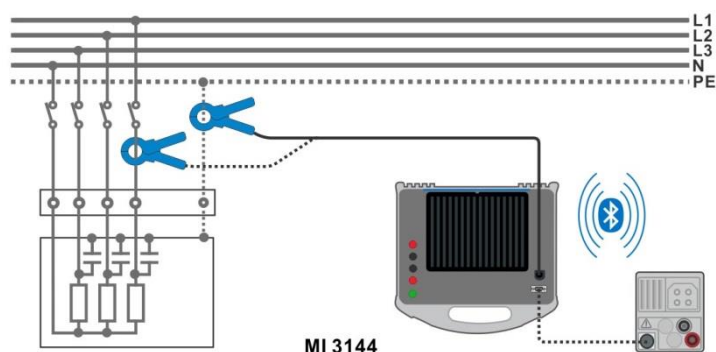

Abbildung 7.78: Stromzangenmessung
- › Verbinden Sie das Prüfgerät MI 3152(H) mit dem MI 3144 Euro Z Adapter über die serielle RS232-Schnittstelle, oder über Bluetooth. Siehe Kapitel **4.6.5.1 Auswahl und Konfiguration von Messadaptern**.
- › Überprüfen Sie die Bluetooth Aktiv-Anzeige, wenn das Prüfgerät MI 3144 Euro Z 800 V über Bluetooth mit dem Prüfgerät MI 3152 (H) verbunden ist.
- › Umschlingen Sie das Messobjekt mit der Stromzange. Siehe **Abbildung 7.78**. Detaillierte Informationen finden Sie in der **A 3144 - Euro Z 800 V Bedienungsanleitung**.